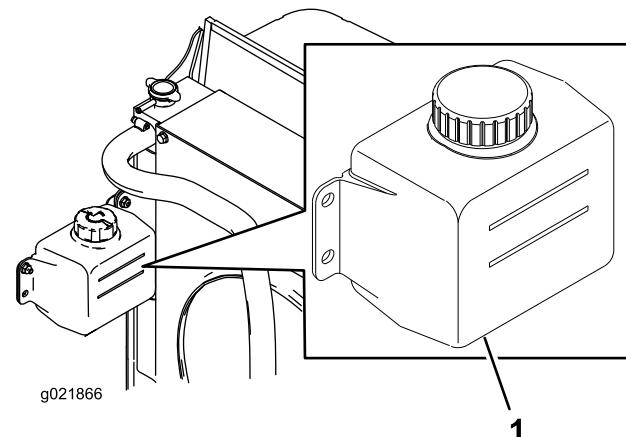

Figura 78
1. Compruebe el nivel de refrigerante en el depósito de expansión (Figura 78).